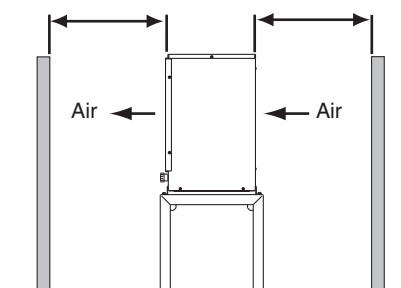

Fig. 9
- Un endroit sec et bien ventilé avec une distance de 61 cm à l'avant et à l'arrière pour assurer une bonne circulation de l'air et faciliter les opérations d'entretien en cas de nécessité. Voir fig. 9.